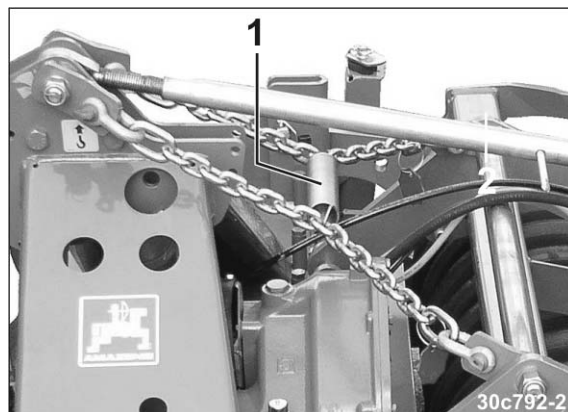

図 38
6. 2 本のチェーンにテンションスプリング（図 38/1）を掛けます。張力のかかっていない状態でチェーンがカルチベータのタワーに触れてはなりません。